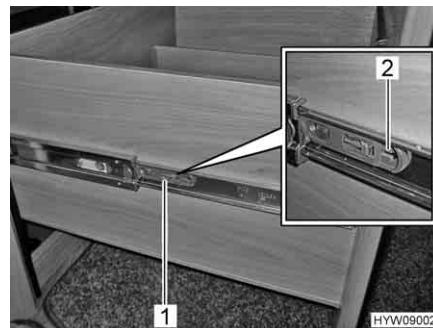

Fig. 145 Cassetto del piano di lavoro
- Tirare la linguetta (Fig. 145,1) su entrambi i lati del cassetto del piano di lavoro nella direzione della freccia (Fig. 145,2). Il cassetto del piano di lavoro può essere estraotto tramite l'arresto.